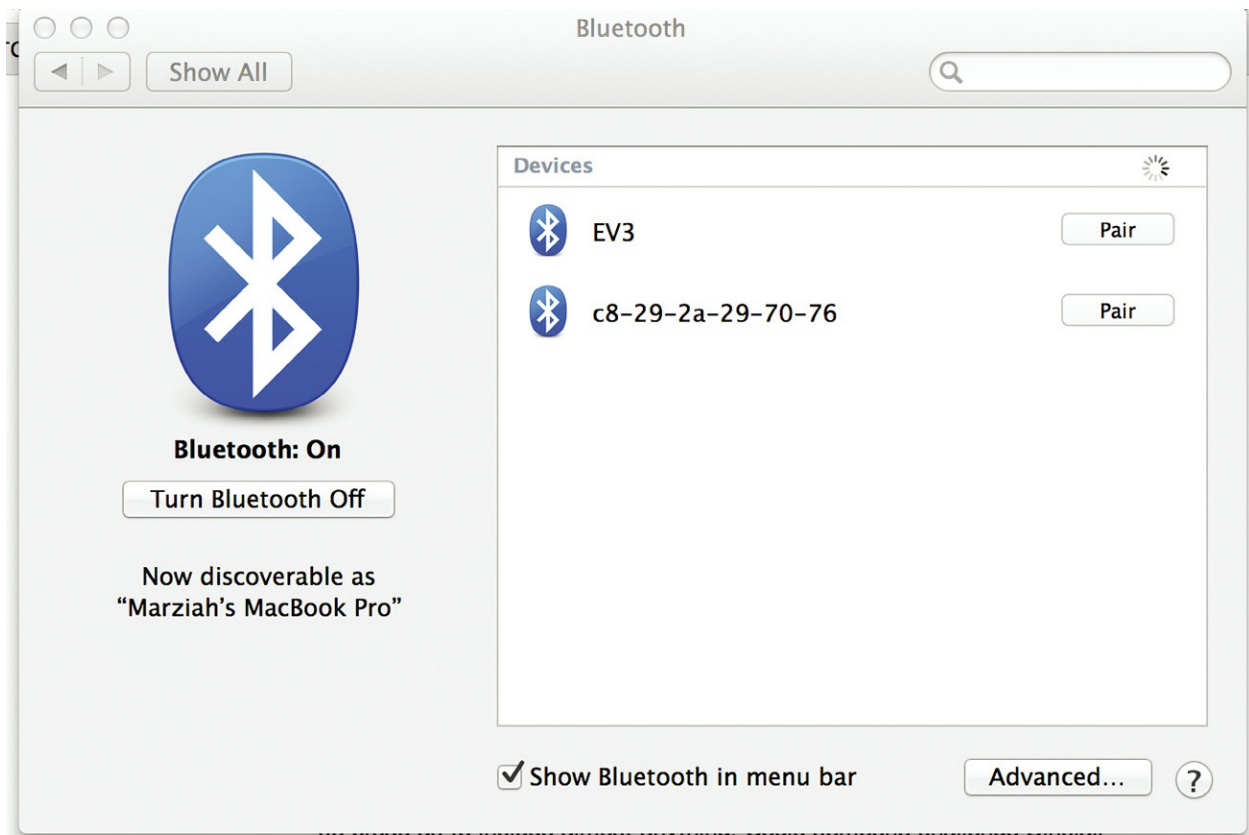

图7.27 检测你的蓝牙设备
**3.** 向下滚动到蓝牙选项，按下来开始连接你的设备。你应该看到EV3作为一个选项在你的电脑上，如图7.27所示。